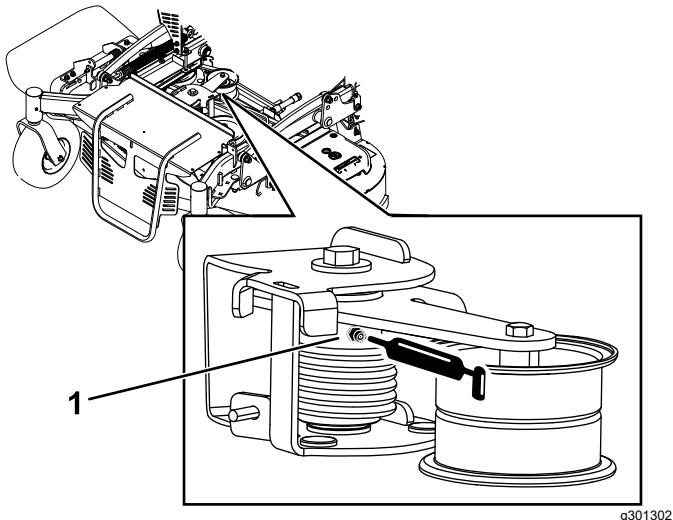

Bild 38
3. Fetten Sie die Drehspansscheibe am Mähwerk mit Hochtemperaturfett am Schmiernippel ein, wie in Bild 38 abgebildet.